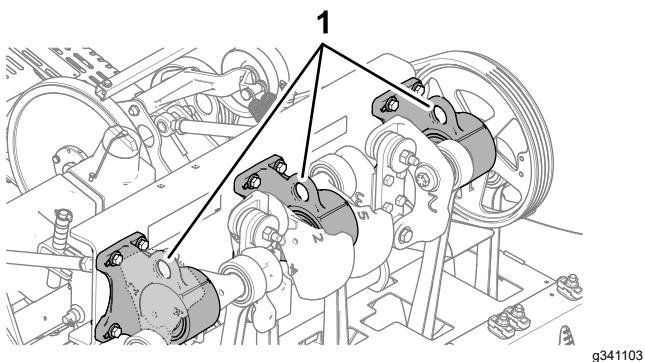

図 129
**注**可能であれば、ホイストで機体後部を持ち上げてください。その場合、コアリングヘッドのベアリングハウジングについているアイを吊上げポイントとして利用します**図 129**。